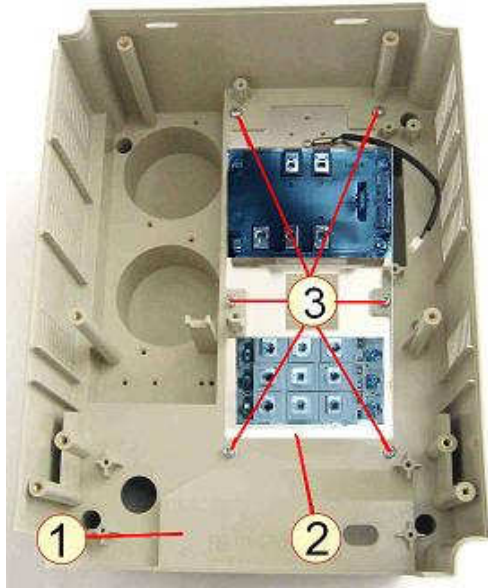

Рис.6.28
6.16.1. Выкрутить шесть винтов 3 (рис.6.28). Положить винты в тару.